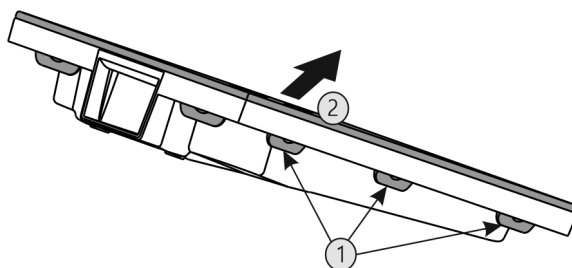

Fig. 32
- ▶ Postupne stlačte všetky spony Fig. 32 (1) a odoberte kryt Fig. 32 (2).